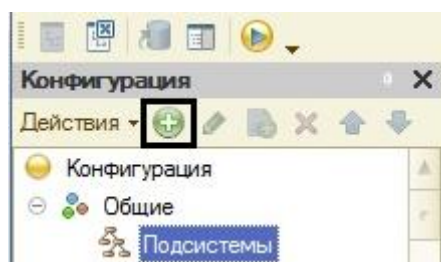

Рисунок 15 Добавление подсистемы
- Добавьте следующие подсистемы, выбрав пункт в контекстном меню «**Добавить**» или нажав соответствующую кнопку на командной панели (рис. 15).